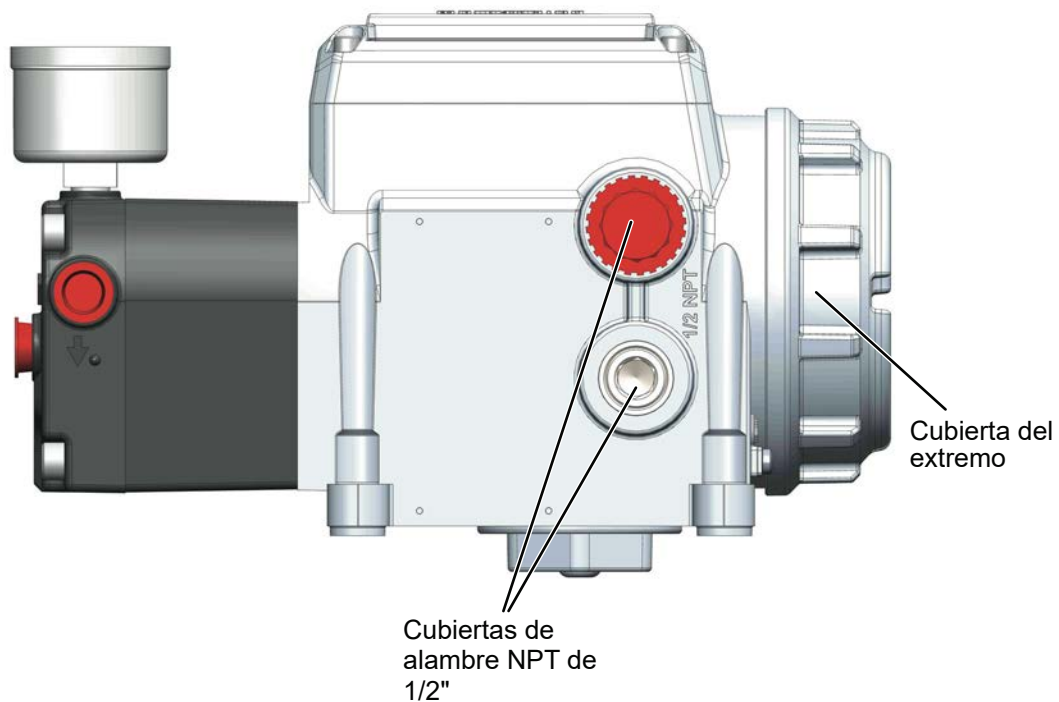

Figura 16 - Entradas de prensaestopas/conductos eléctricos SVI3
2. Desenrosque la cubierta del extremo y retire la cubierta de plástico NPT de 1/2" (Figura 16).